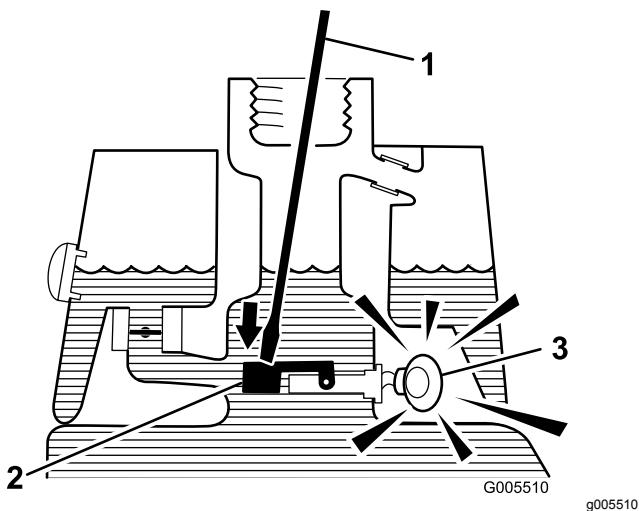

Bild 53
- Stecken Sie eine saubere Stange oder einen Schraubenzieher in den Einfüllstutzen des Behälters und drücken Sie den Schwimmerschalter (Bild 53) leicht nach unten. Der Alarm sollte nach einer Sekunde ertönen.